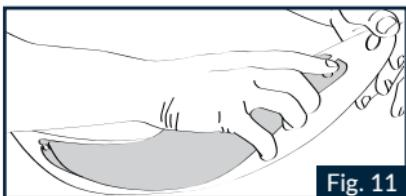

Fig. 11
- 3.2 Allargare la visiera e sganciare il visierino interno PINLOCK® dai perni (Fig.11).